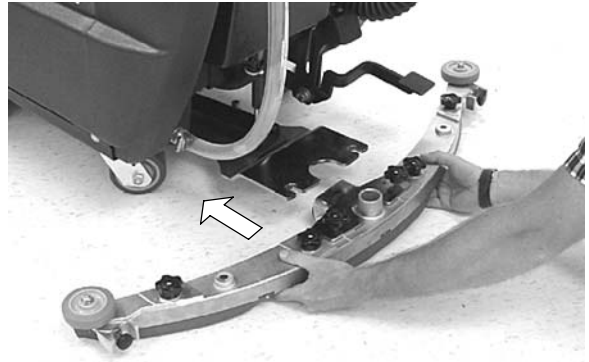

FIG. 5
3. Desserrez les deux molettes qui se trouvent sur racloir et faites glisser le racloir dans les fentes situées à l'arrière de la bride de fixation du racloir. (Figure 5).